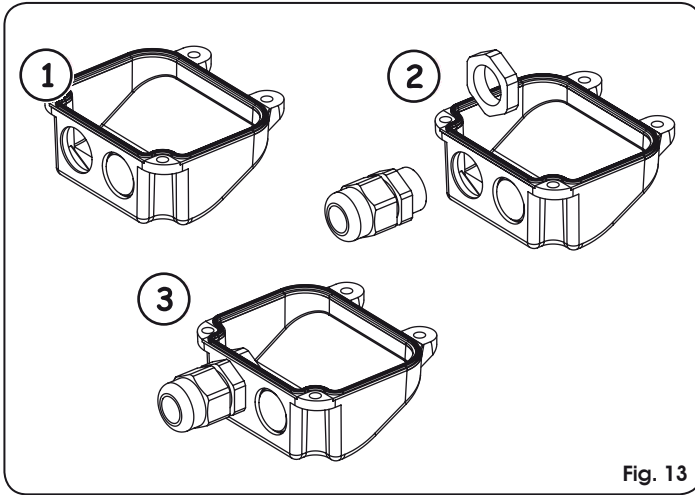

Fig. 13
1. Libérer un des deux trous pré-cassés sur le couvercle fourni, Fig. 13; dans le cas des opérateurs doté de fins de course, libérer les deux trous.